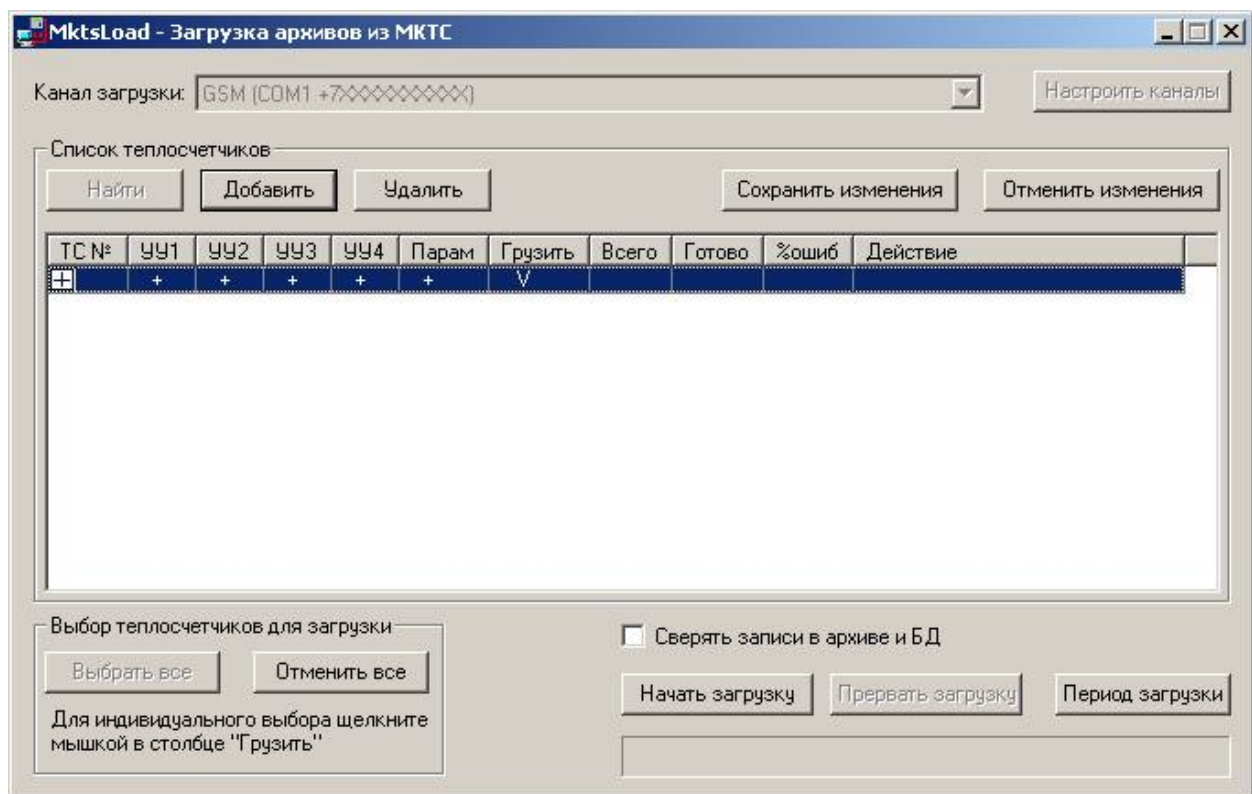

Рисунок 10-6
- нажмите на кнопку «Закреть» для возврата к главному окну программы. Выберите только что добавленный канал загрузки из списка «Канал загрузки» и нажмите на кнопку «Добавить». В списке теплосчетчиков появится новый прибор, номер которого нужно ввести вручную (см. Рисунок 10-6);